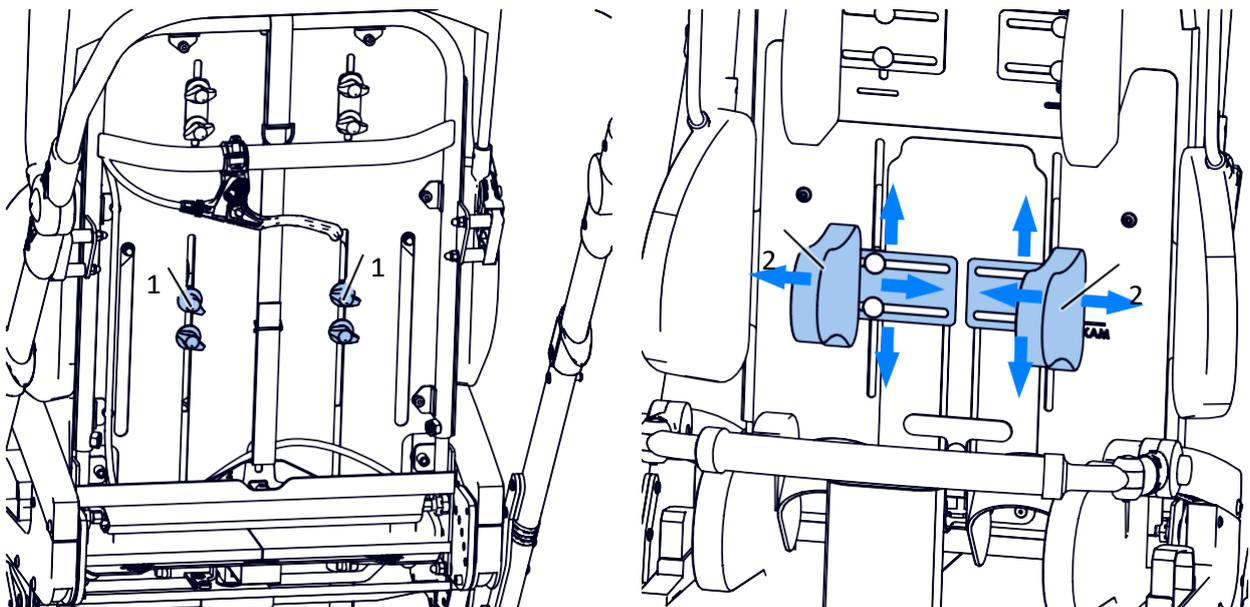

Abb. 18
Um die Höhe der Bruststützen (2) einzustellen, lösen Sie die Knöpfe (1) Abb. 18 und passen Sie dann die Position der Bruststützen an (2). Nachdem Sie die gewünschte Position der Stützen eingestellt haben, ziehen Sie die Knöpfe (1) wieder an, die die Bewegung der Bruststütze blockieren. Die Position der rechten und linken Bruststütze ist unabhängig, und diese Bruststützen können individuell angepasst werden.